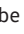

Fig. 136 En el compartimento del motor: tapón de la boca de llenado del aceite del motor.
4. Identifique la boca de llenado del aceite del motor y la varilla de medición del aceite. La boca de llenado del aceite del motor está identificada con el símbolo  sobre la tapa → fig. 136 y la varilla de medición del aceite con la empuñadura de color. Si no está claro donde se encuentran la tapa y la varilla de medición de aceite, entrar en contacto con un Concesionario Volkswagen o una empresa especializada.
9. Desenroscar la tapa de la boquilla de llenado de aceite del motor → fig. 136.